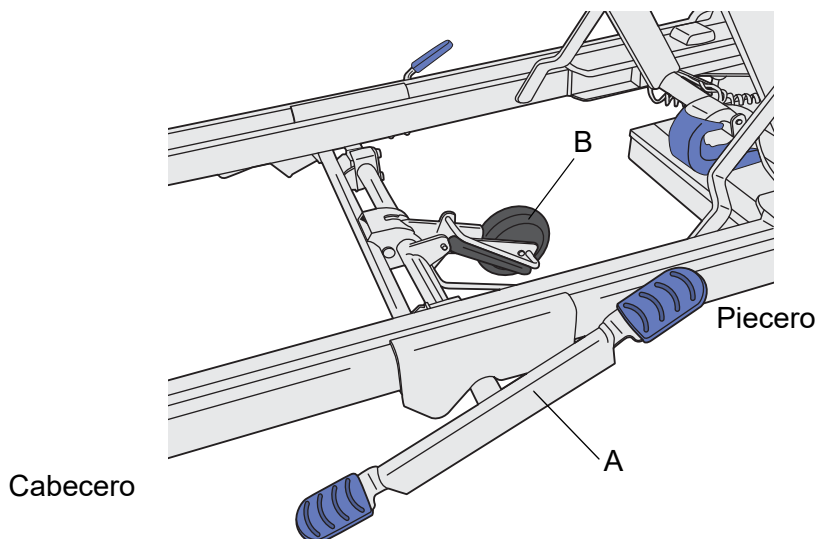

Fig. 5 - Pedal de activación de la quinta rueda
1. Pise el pedal de activación de la quinta rueda (A) por el lado del cabecero. **(Véase la fig. 5)**
1. Pise el pedal de activación de la quinta rueda (A) más cercano al piecero. **(Véase la fig. 5)**
2. Compruebe que la quinta rueda (B) se eleva del suelo.